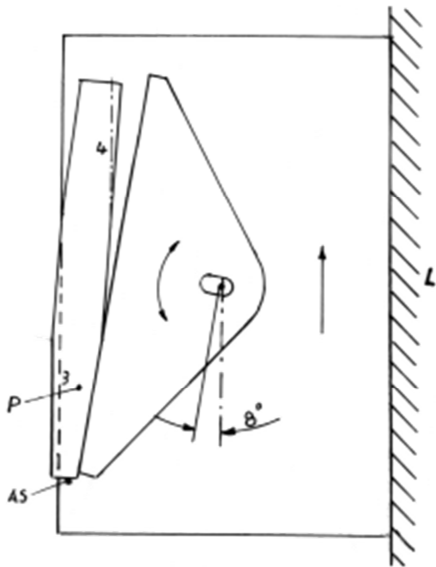

Abb. 7:
- Op. 7b: Dritte Seite sägen, schwenken um 180 Grad, vierte Seite sägen. (Abb. 7). Bei allen Sägeoperationen wird bei dem Punkt "P" mit einer Dreikantfeile schräg gegen An- und Auflage gedrückt. Ein 1-mm-Stift fängt den Druck in der Schnittrichtung auf. Als Werkzeug dient ein Hartmetallsägeblatt 80x1,6x10 mit 24 Zähnen.